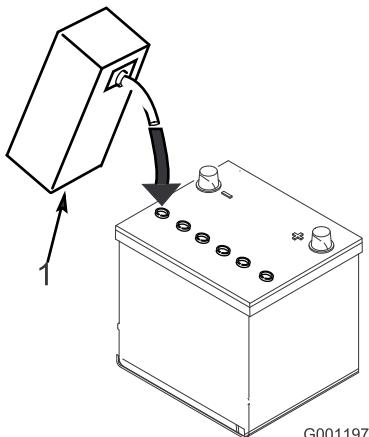

図 5
3. 各セルに慎重に電解液を満たす。電極板が6mm程度水没するぐらいが適当(図5)。
4. 電極板が液を吸収するまで20~30分間程度待つ。必要に応じて、電極板が6mm程度水没するぐらいに電解液を補充する(図5)。